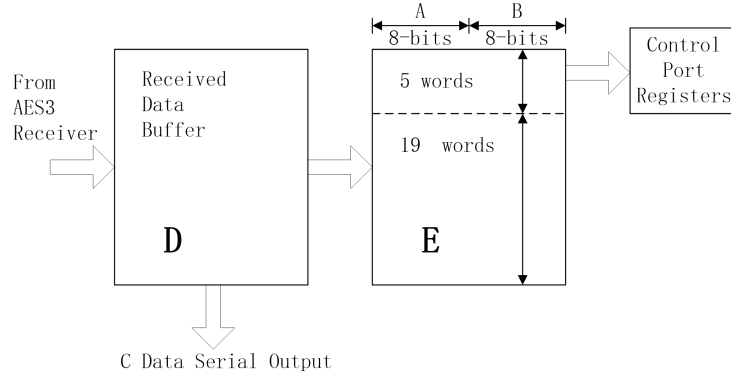

图 21.通道状态数据缓冲器结构
GC8416 包含足够的 RAM 以存储 A、B 通道的前 5 个字节 ( $5 \times 2 \times 8 = 80$  bits)。用户可以通过控制端口读取 RAM 的数据。如图 21 所示，缓冲电路包括两个缓冲器 D 和 E。每个字节的最高有效位代表串行 C 数据流中的第一位。例如，字节 0 的最高有效位（寄存器地址 19h）是通道状态块 A 的消费者/专家位。第一个缓冲器 (D) 接收来自 AES 接收器的输入的 C 数据。第二个缓冲器 (E) 接收来自 D 缓冲器中的完整数据块。E 缓冲器也可以通过控制端口读取 C 数据的前 5 的字节。完整的 C 数据可通过硬件模式的 C 管脚和软件模式的 GPO 管脚获得。C 数据在 OLRCK 的上升沿和下降沿从 GC8416 串行输出。